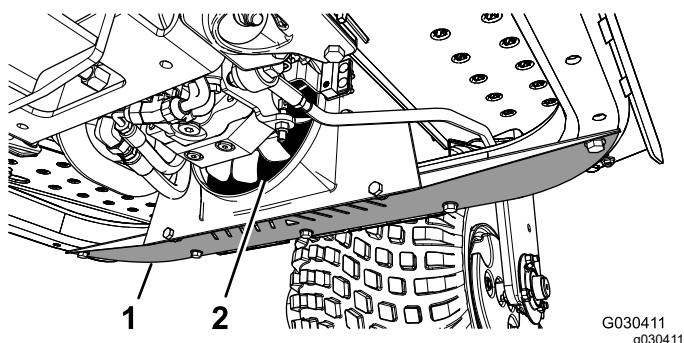

Figura 44
1. Retire el protector inferior (Figura 44).
2. Limpie con una lanza de aire comprimido insertada entre las aspas del ventilador (Figura 44) para expulsar el material por donde entró.